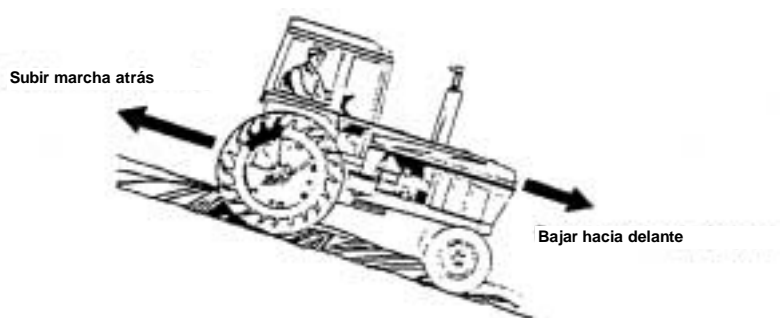

FIG. 59 Subir marcha atrás y bajar hacia delante*.
- Subir una cuesta acentuada en marcha atrás **FIG. 59**